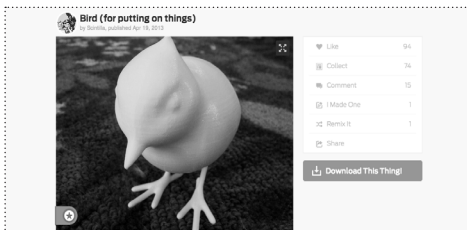

Рис. 10.8
4. На странице модели птицы находится кнопка Download This Thing! (Загрузить этот предмет!) Нажмите эту кнопку [Рис. 10.8].